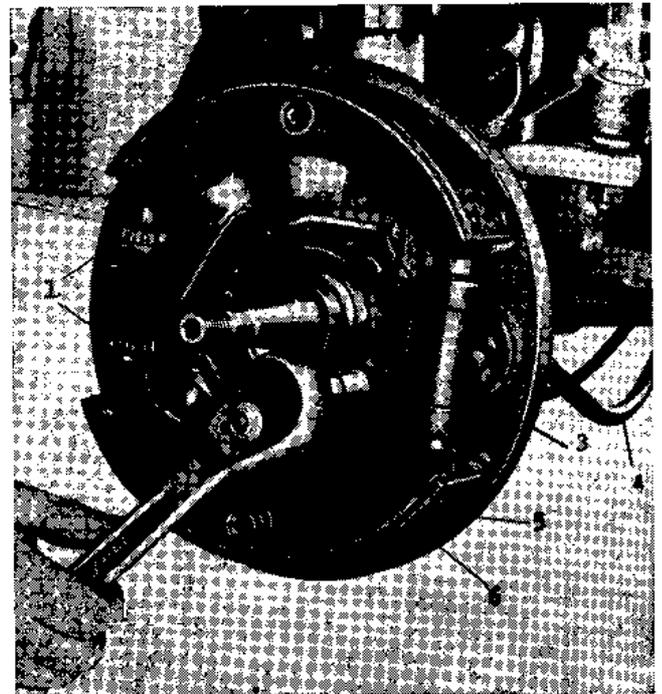

Bild 144
**Vorn:** Vorderrad abnehmen, beim linken Rad den Splint der Tachometerspirale herausziehen und die Nabenfettkappe entfernen. Bremstrommel abnehmen und den Bremsschlauch abschließen. Schlauchende und Leitungsende mit geeigneten Stopfen verschließen. Nach Ausbau der Bremsbacken und Radbremszylinder die Einstellmutter und Schrauben entfernen. Befestigungsschrauben der Bremsträgerplatte lösen und die Platte abnehmen (Bild 144).